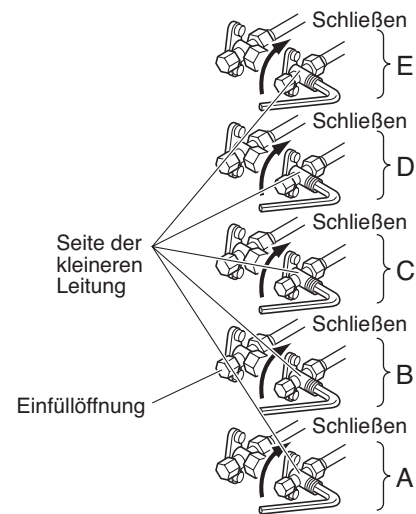

Abb. 22
- (1) Die Spindeln der Ventile auf der Seite der kleineren Leitungen A, B, C, D und E ganz schließen (siehe Abb. 22).